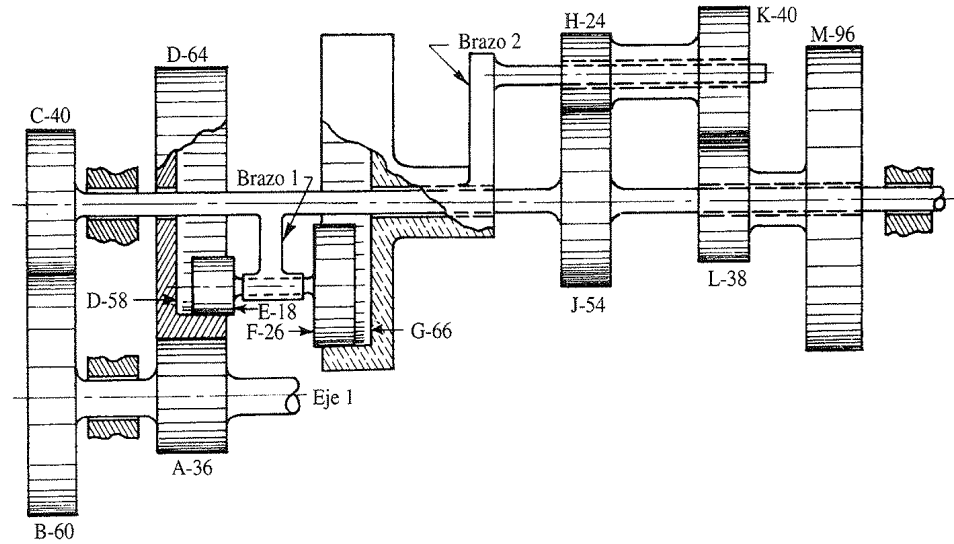

FIGURA P9-10 Problema 9-43 De P. H. Hill y W. P. Rule (1960). *Mechanisms: Analysis and Design*, con permiso
- *†9-43 La figura P9-10 (p. 366) muestra un tren epíciclico compuesto. El eje 1 es impulsado a 60 rpm. Los números de dientes se indican en la figura. Determine la velocidad y dirección de los engranes G y M.